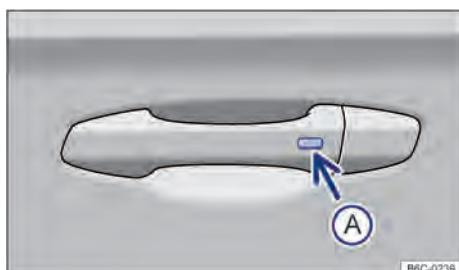

Fig. 52 Na maçaneta da porta: botão para destravar ou travar.
- 1 Pressionar o botão → **Fig. 52 A** no lado externo da maçaneta da porta.
- 2 Pressionar o botão → **Fig. 52 A** no lado externo da maçaneta da porta.
- Dentro de 5 segundos, pressionar o botão no lado externo da maçaneta da porta → **Fig. 52 A**. Assim, não agarrar na maçaneta da porta. O sistema de travamento e partida Keyless Access sem chave está temporariamente desativado.